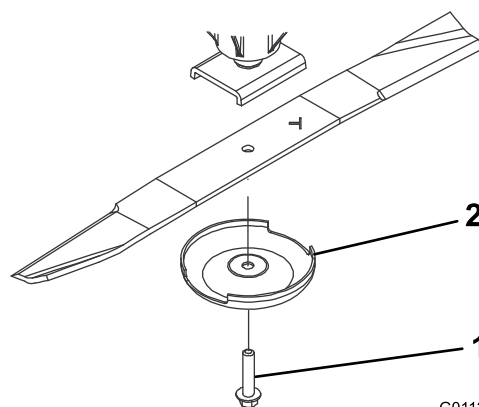

Figure 70
3. Tenez la lame par son extrémité avec un chiffon ou un gant épais et enlevez le boulon, la coupelle de protection et la lame de l'axe de pivot (Figure 70).
4. Montez la lame, ailette vers le plateau de coupe, et fixez-la avec la coupelle de protection et le boulon (Figure 70).